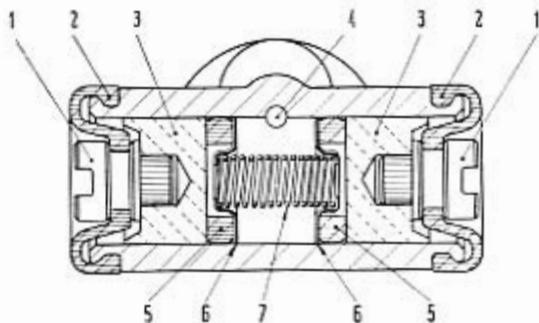

Fig. 291 - Coupe d'un cylindre de freins aux roues.
Les cylindres de commande des mâchoires avant (fig. 291) et arrière, ne diffèrent entre eux que par l'attache des raccords des canalisations (élastiques pour les premiers, rigides pour les seconds): leur alésage est de $3/4''$.
L'étanchéité est obtenue, de même que pour le maître-cylindre, au moyen de deux coupelles en caoutchouc (5, fig. 291) se dilatant sous l'action de la pression du liquide. Ces coupelles sont pressées contre les pistons par deux rondelles (6) d'appui du ressort de réaction (7): les pistons (3) agissent sur les mâchoires par l'intermédiaire de tiges (1).
La pression hydraulique transmise à l'intérieur des cylindres de freins aux roues (fig. 291) agit sur les pistons 3 qui, en se déplaçant vers l'extérieur, actionnent les mâchoires.
Après avoir déposé les cylindres, ôter les capuchons en caoutchouc (2, fig. 291) de protection de leurs extrémités.